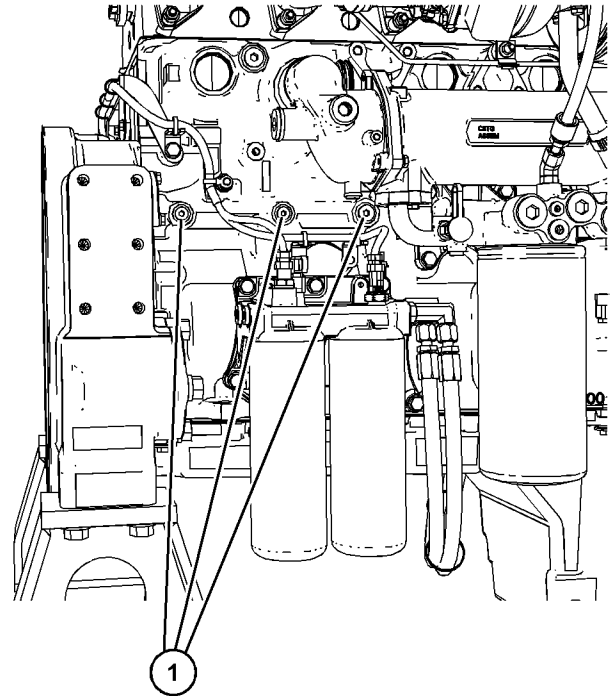

Ilustración 42
Quite uno de los tapones que se muestran en la ilustración 42 para conectarse al sistema de aceite del motor. La conexión que se requiere es 9/16" x 18 tpi. Asegúrese de que se use la especificación de aceite correcta. Para obtener más información, consulte Manual de Operación y Mantenimiento, Recomendaciones de fluidos. Una vez que se hayan lubricado las superficies internas del motor, quite el conector e instale el tapón (1). Apriete el tapón a un par de 30 N·m (265 lb in). Perkins recomienda que el procedimiento se efectúe a una temperatura ambiente mínima de 10° C (50° F).